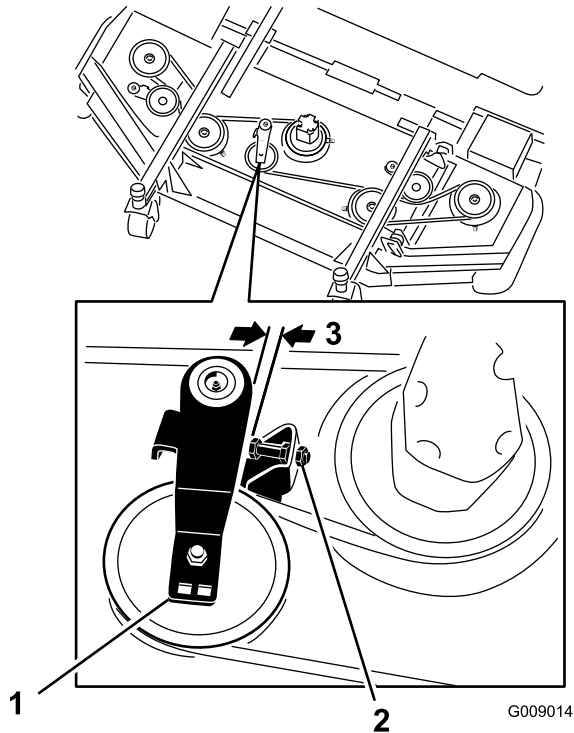

Figura 114
- Sul piatto anteriore, in posizione centrale, allentate i controdadi sulla vite di arresto della puleggia tendicinghia e avvitate la vite di arresto nella staffa (Figura 114).
- Con una leva a cricchetto o uno strumento simile, allontanate ciascuna puleggia tendicinghia dei piatti laterali dalla cinghia di trasmissione per allentare la tensione della cinghia e staccarla dalla puleggia dei piatti laterali (Figura 114).